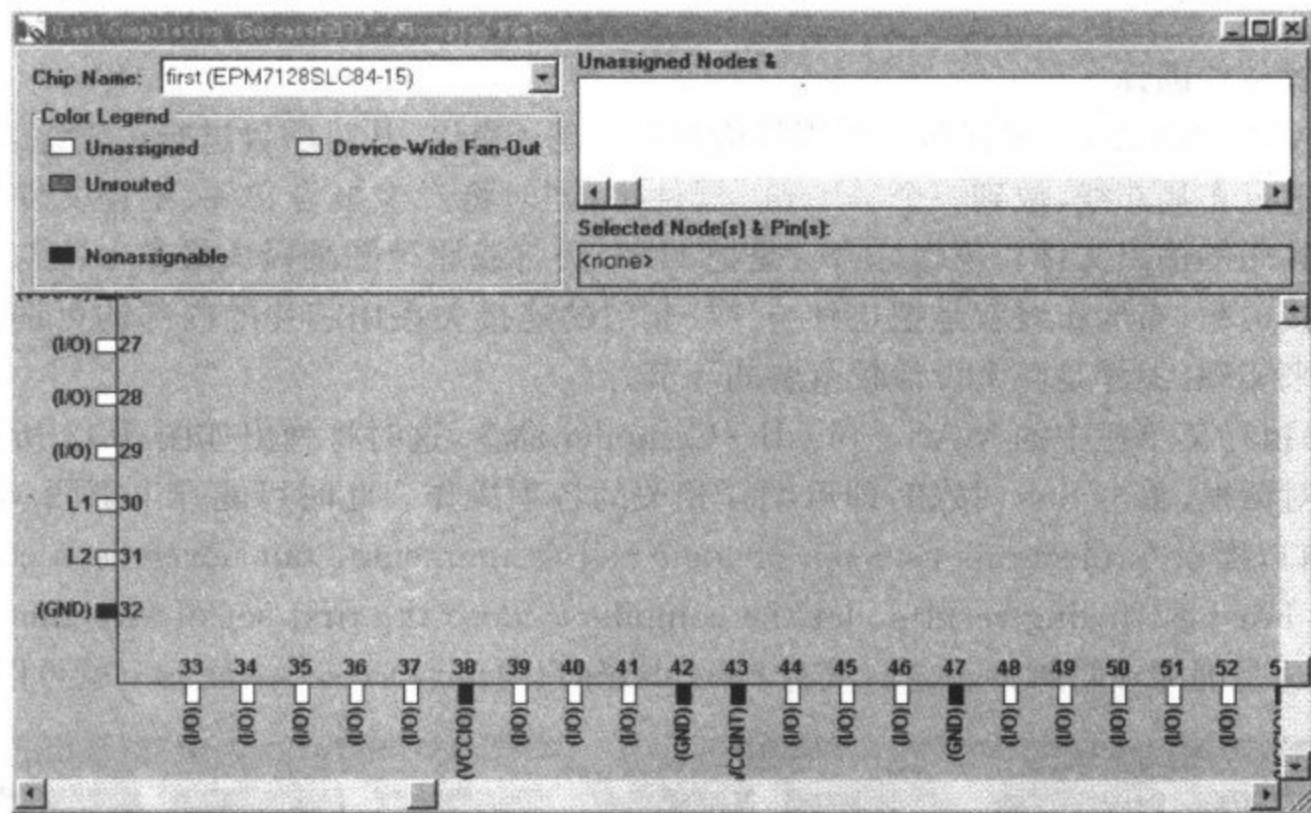

图 3-20 I/O 在芯片 EPM7128SLC84 上的布局
(3) 执行 MAX+plusII→Froorplan Editor 命令, 可以看到编译后 I/O 在芯片上的分布, 双击空白处, 可以看到如图 3-20 所示 I/O 在芯片 EPM7128SLC84 上的布局。